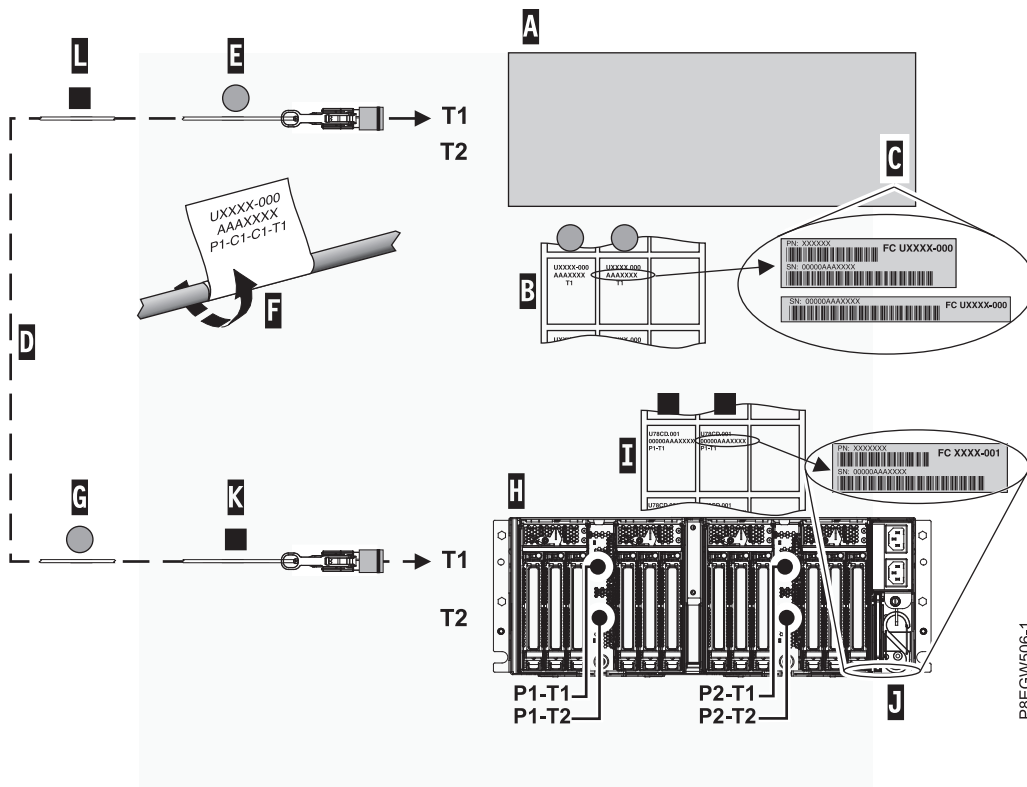

Figura 17. Etiquetado de un cable óptico activo
Nota: Mientras realiza estos pasos, consulte la Figura 17 en la página 22 como referencia.
- g. Conecte la etiqueta Cx-T1 situada en el extremo de más a la izquierda del conector del cable **(E)**. Consulte Figura 17 en la página 22. Recorte la etiqueta con el extremo en blanco de forma que la información de ubicación **(F)** esté visible.
- h. Tome la segunda etiqueta Cx-T1 de la hoja de etiquetas del sistema host (B) y póngala en el extremo opuesto del cable que se conecta al cajón de expansión PCIe3 EMX0. Asegúrese de que la etiqueta se coloque a más de 100 mm (4 pulgadas) del extremo del cable (G). Consulte Figura 17.
Nota: Mientras realiza estos pasos, consulte la Figura 17 como referencia.
- a. Localice el cajón de expansión PCIe3 EMX0 (H) que está conectando al sistema host.
- b. Localice la hoja de etiquetas de números de serie del cajón de expansión PCIe3 EMX0 (I).
- c. Compare el número de serie del cajón de expansión PCIe3 EMX0 (J) con el número de serie que aparece en la hoja de etiquetas del cajón de expansión PCIe3 EMX0 (I).
- f. Pegue la etiqueta Px-T1 situada en el extremo de más a la izquierda del conector del cable (K). Consulte Figura 17. Recorte la etiqueta con el extremo en blanco de forma que la información de ubicación (F) esté visible.
- g. Tome la segunda etiqueta Px-T1 de la hoja de etiquetas del cajón de expansión y colóquela en el extremo opuesto del cable a más de 100 mm (4 pulgadas) del extremo del cable (L). Consulte Figura 17.